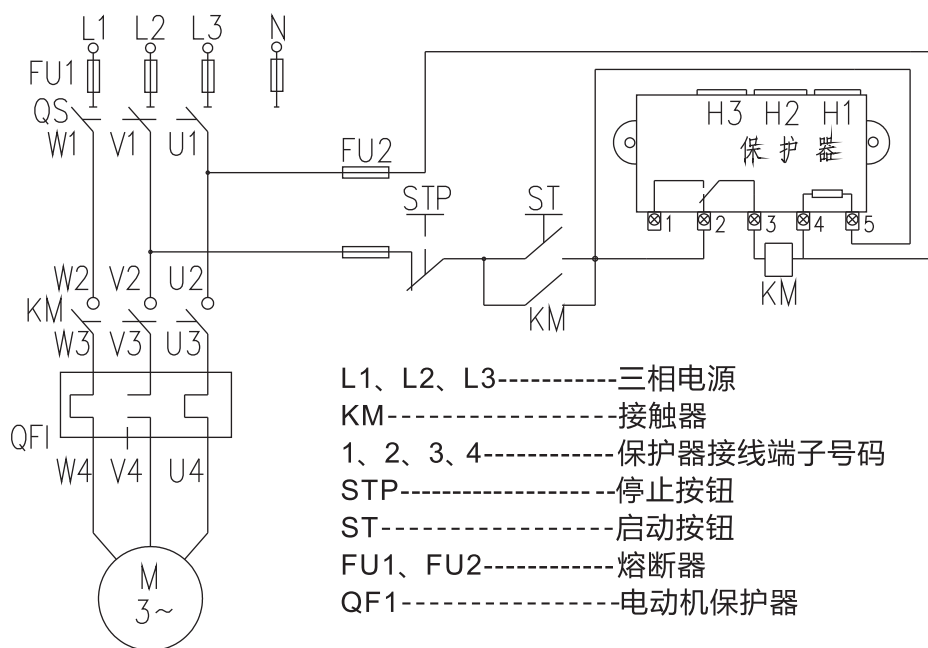

图7 控制电源电压AC380V 接线图
9.4 BHQ-S-C 30A~100A控制电源电压AC380V接线图见图7